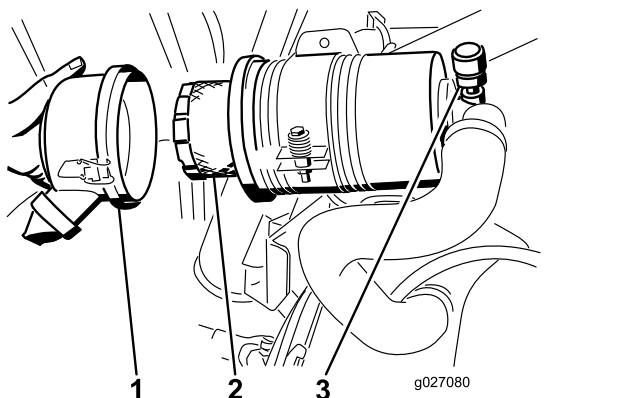

Figure 50
- Déposez et remplacez le filtre (Figure 50).